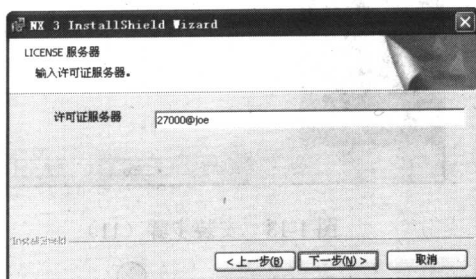

图 1-16 安装步骤 (14)
(21) 单击【下一步】按钮,由于前面已安装好服务程序,所以出现服务器验证提示,如图 1-16 所示。